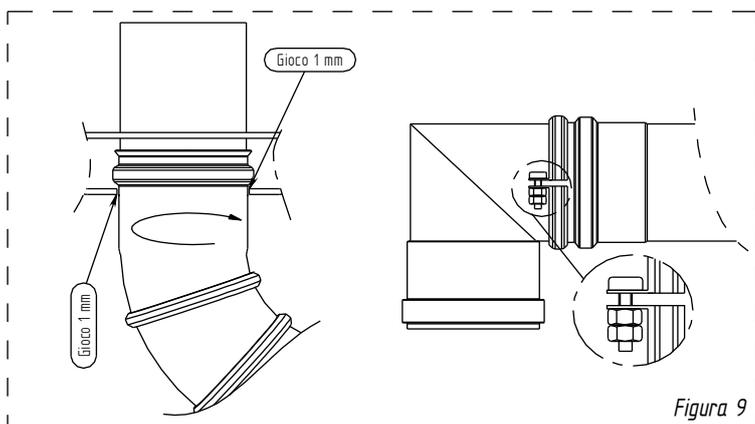

Figura 9
- Fissare ora il raccordo Q con la curva regolabile O e la curva 90° fissa S attraverso le fascette P; la vite dev'essere fissata e bloccata con i 2 dadi in modo che il collegamento fra O e Q ed Q e S garantisca il fissaggio ma al tempo stesso garantisca la rotazione fra i pezzi: la fascetta P deve comunque ruotare sempre liberamente (vedere a tal proposito la figura 9).
- Bloccare ora,utilizzando i 2 fermi curva regolabile N la curva O alla staffa H: è necessario che la curva O , dopo il fissaggio con le viti in dotazione F (vite tc m6x12) , D (dado m6) possa ruotare liberamente senza staccarsi (vedere a tal proposito la Figura 9).